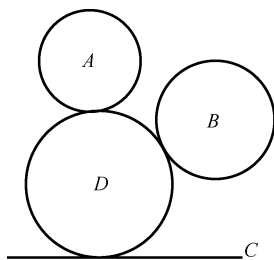

图 2-48 “相切、相切、相切”方式画圆
(6) “相切、相切、相切”方式画圆。通过指定与圆相切的三个对象绘制圆, 如图 2-48 所示, 圆  $D$  与圆  $A$ 、圆  $B$  及直线  $C$  三个对象相切。